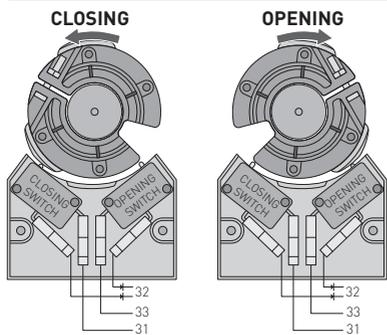
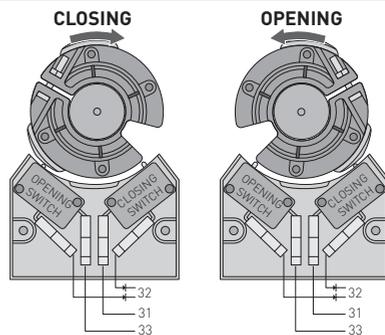

Fig. 2
Fig. 3
- Ligar os fins-de-curso conforme indicado na fig. 2 (se o motor abrir ao girar no sentido dos ponteiros do relógio) ou na fig. 3 (se o motor abrir em sentido contrário aos ponteiros do relógio).